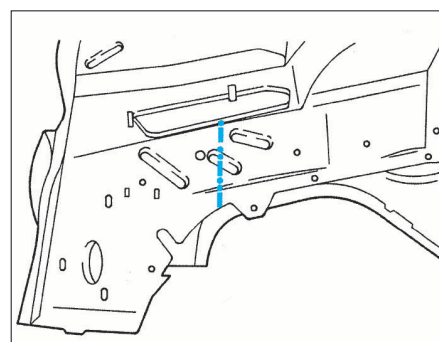

FIG. 8
- Tracer, puis découper la fermeture (Fig.8).